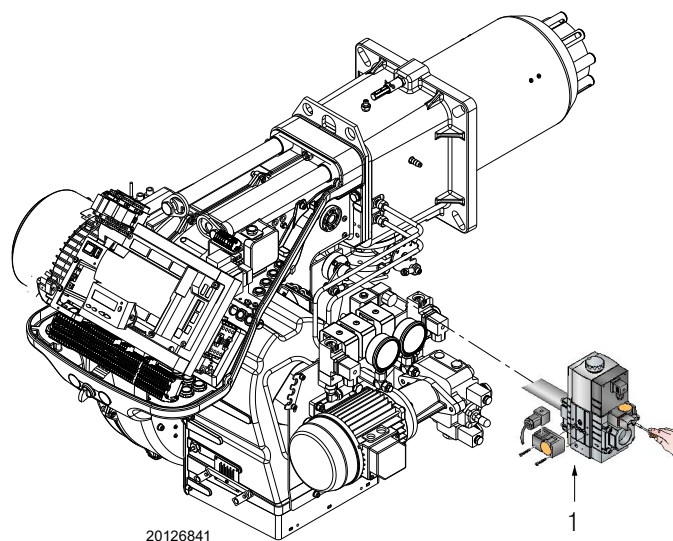

Abb. 35
- Prüfen Sie den Versorgungsdruck des Gases durch Anschließen eines Druckmessers an der Druckentnahmestelle 1)(Abb. 35) des Minimal-Gasdruckwächters: er muss geringer als der maximal zulässige Druck der Gasarmatur sein, der auf dem Kennschild der technischen Daten angegeben ist.
- Lassen Sie die Luft aus der Leitung der Gasarmatur ab, indem Sie eine Kunststoffleitung an die Druckentnahmestelle 1)(Abb. 35) des Minimal-Gasdruckwächters anschließen. Führen Sie die Entlüftungsleitung aus dem Gebäude, bis Gasgeruch wahrzunehmen ist.